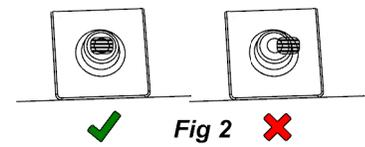

Fig 2
4. Align the holes in the hood deflector with the square holes on the temporarily placed adhesive pedestals to check the alignment of the holes. If an adjustment is required remove the protector and shift the adhesive pedestals using the tape strips and masking tape. Repeat this process until each hole aligns perfectly. (Fig 2)
4. Alignez les trous du déflecteur de capot avec les trous carrés des socles adhésifs temporairement placés pour vérifier l'alignement des trous. Si un ajustement est nécessaire, retirez le protecteur et déplacez les plots adhésifs à l'aide des bandes adhésives et du ruban de masquage. Répétez ce processus jusqu'à ce que chaque trou s'aligne parfaitement. (Fig 2)